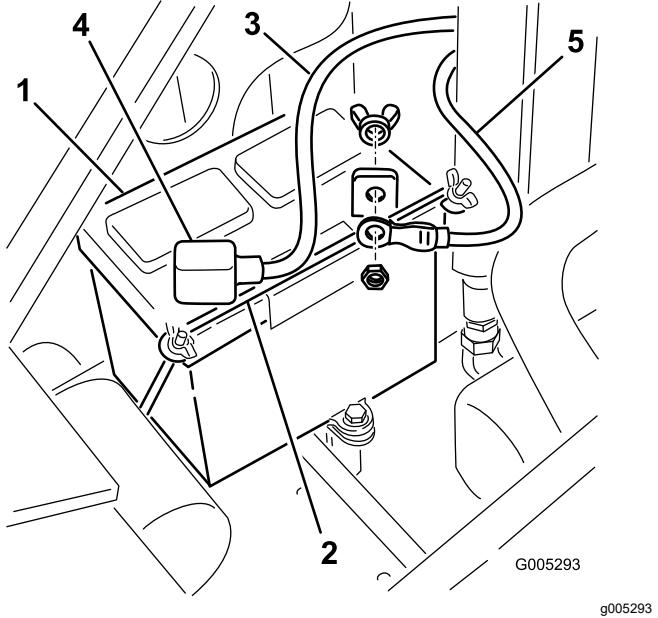

Figura 43
4. Retire las tuercas de orejeta y la barra que sujetan la batería (Figura 43).
5. Desconecte el cable negativo de tierra (negro) del borne de la batería (Figura 43). Guarde las fijaciones.
7. Desconecte el cable positivo (rojo) del borne de la batería (Figura 43). Guarde las fijaciones.
1. Usando las fijaciones que retiró anteriormente, conecte el cable positivo (rojo) al borne positivo (+) de la batería (Figura 43).
3. Usando las fijaciones que retiró anteriormente, conecte el cable negativo (negro) al borne negativo (-) de la batería (Figura 43).
4. Sujete la batería con la barra y las tuercas de orejeta (Figura 43).